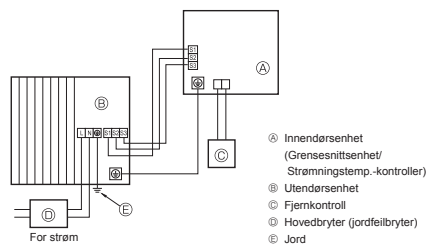
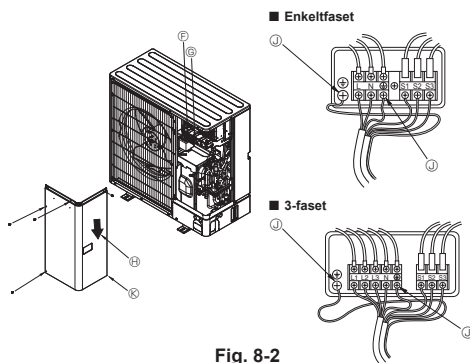

Fig. 8-1
Fig. 8-2
8.1. Utendørsenhet (Fig. 8-1, Fig. 8-2)
- ① Fjern servicepanelet.
- ② Kople til kablene med henvisning til Fig. 8-1 og Fig. 8-2.